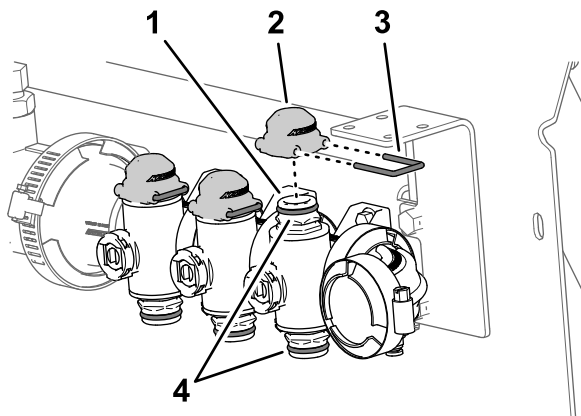

Figura 50
- Lubrifique os anéis de retenção superior e inferior no acoplador rápido da válvula do coletor com o lubrificante disponibilizado com o tampão do acoplador rápido (Figura 50).
- Monte as três tampas para os acopladores rápidos nos três acopladores rápidos para as válvulas do coletor (Figura 50).
- Fixe as três tampas nos três acopladores rápidos com os três retentores (Figura 50).